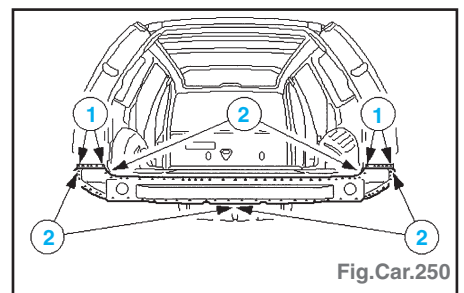

Fig.Car.250
- Souder par bouchonnage (1) et par points (2) (Fig.Car.250).